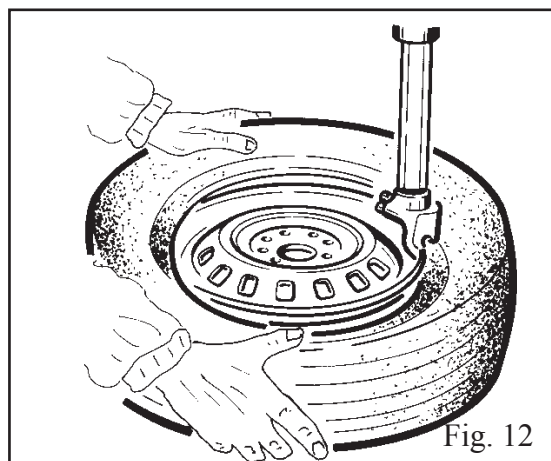

Fig. 12
- Tenendo premuto con le mani il tallone del pneumatico nella gola del cerchio, premere il pedale (Z) per ruotare l'autocentrante in senso orario per tutta la circonferenza del cerchio (Fig. 12).